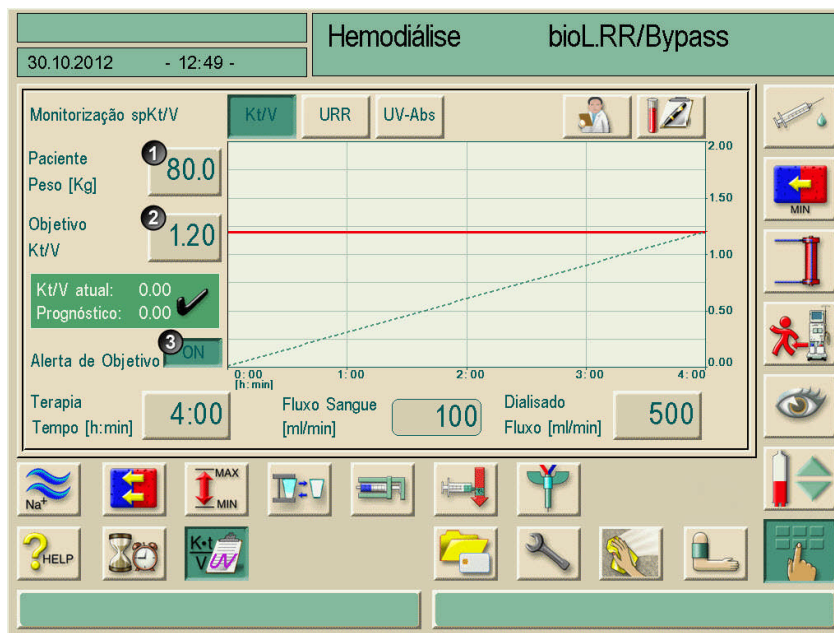

Fig. 10-10 Ajuste de parâmetros
- Antes da diálise, digite o peso do paciente (Fig10-10, 1). Fornecendo este parâmetro, viabiliza o cálculo e a visualização do Kt/V, URR e absorção de UV.
- Digitar/adaptar o objetivo final de Kt/V (Fig 10-10, 2).
- Habilitar/desabilitar o alerta de objetivo (Fig 10-10, 3). Caso habilitado, o sistema informa ao usuário se o resultado final poderá não ser alcançado. Neste caso, o usuário pode adaptar os parâmetros de forma a alcançar a dose determinada para de diálise.